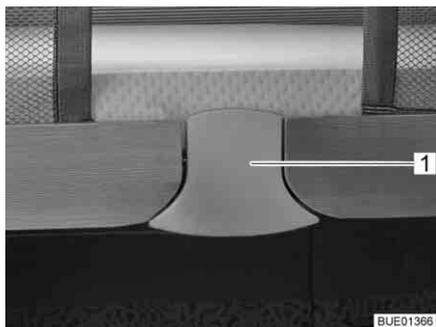
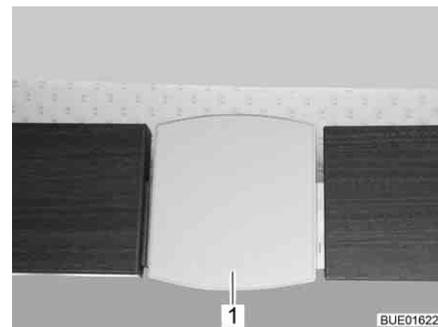

Fig. 139 Sbloccaggio (Elegance)
Fig. 140 Sbloccaggio (Viseo)
- Estrarre la placca di sbloccaggio (Fig. 139,1 o Fig. 140,1) tirandola verso il basso. Il bloccaggio viene sbloccato.